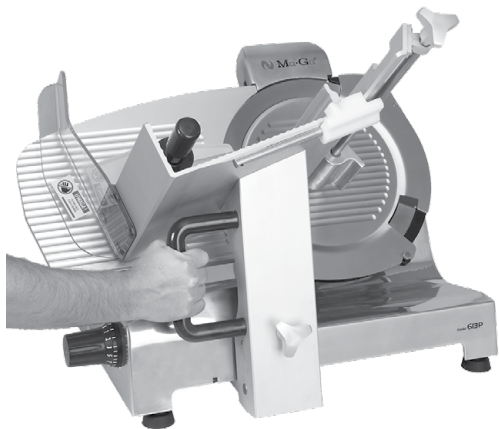
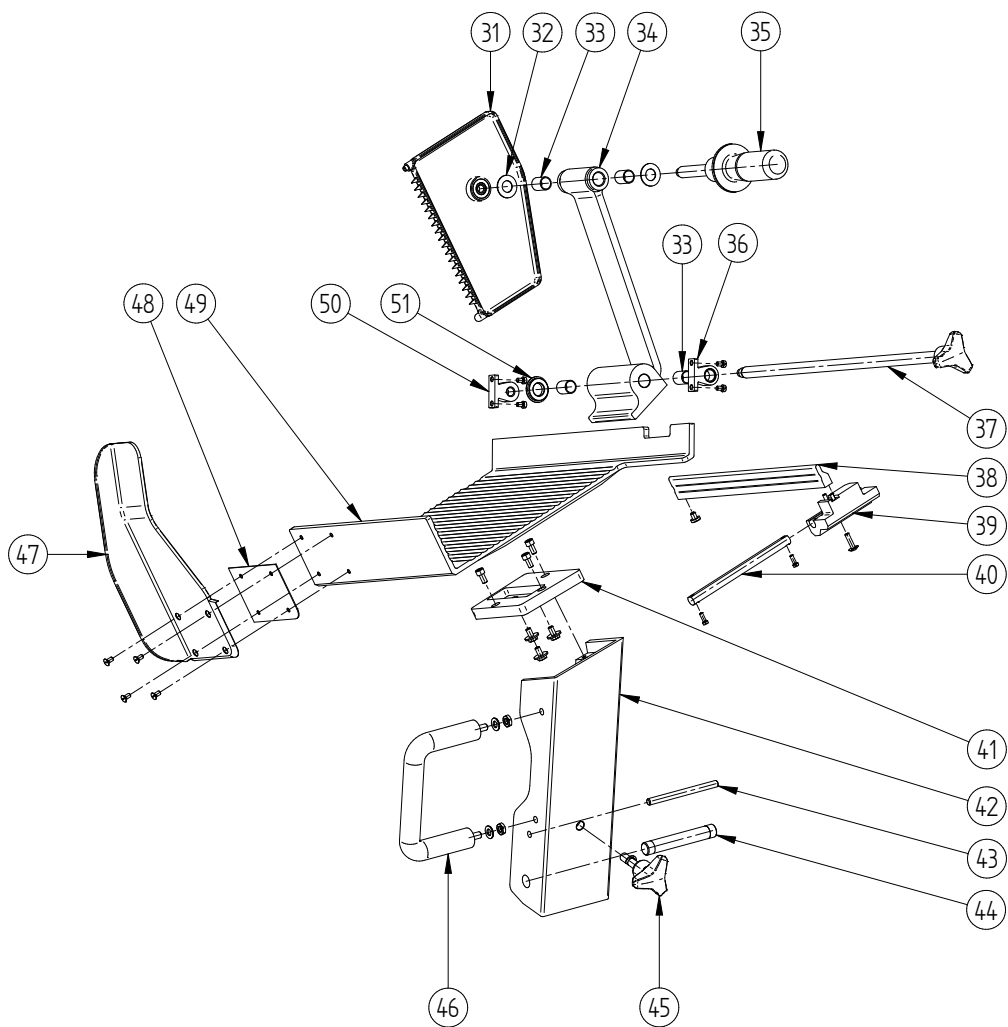

Rys. 3 Pokrętko regulatora grubości
Rys. 7. Przesuwanie do ostrzenia
Pokrętko regulatora grubości plastra jest umieszczone na bocznej ścianie krawalnicy i posiada podziałkę orientującą w nastawianej grubości, z dokładnością 1 mm. Na rys. 3 jest pokazane pokrętko przesuwające płytę oporową, dzięki czemu uzyskuje się żądaną grubość krojonego plastra.
- Fig. 3 Tarcze ściernie znalazły się nad ostrzem noża. Należy wcisnąć całą ostrzarkę w dół, do oporu (Rys. 7) i zablokować w tej pozycji, przykręcając pokrętłem znajdującym się z boku (Rys. Y, poz. 1). W tym położeniu ostrzarka jest przygotowana do ostrzenia noża.